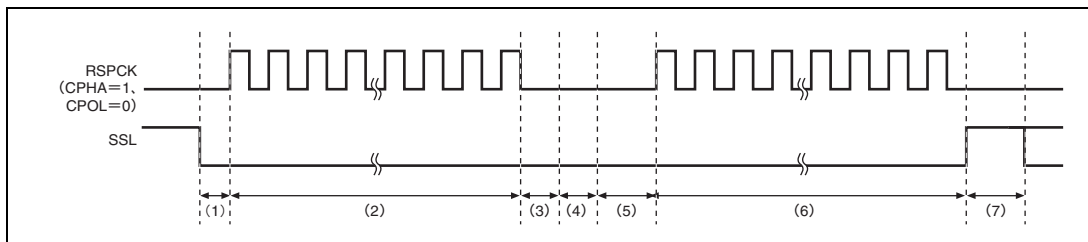

図 17.17 SSLKP ビットを利用したバースト転送動作の例
SSLKP ビットに 1 を設定した SPCMD での SSL 信号出力設定と、次転送で使用する SPCMD での SSL 信号出力設定が異なる場合、RSPI は次転送のコマンドに対応した SSL 信号のアサート時（図 17.17 の (5)）に SSL 信号状態を切り替えます。このような SSL 信号の切り替えが発生した場合、MISO をドライブするスレーブが競合して信号レベルの衝突が発生する可能性があるので注意してください。